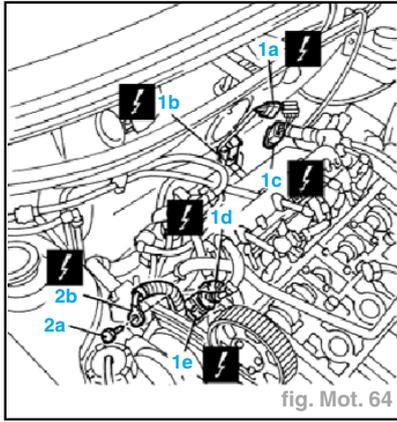

fig. Mot. 64
- Débrancher la fiche électrique du capteur de tours (2).
- Débrancher les fiches électriques (1a), (1b), (1c), (1d) et (1e) (fig. Mot. 64).